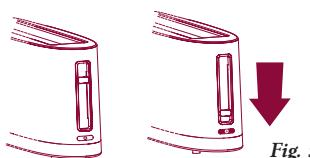

Fig. 5
- 3 Bajar la palanca "lift mechanism" para encender el aparato; se enciende el botón CANCEL (fig. 5).